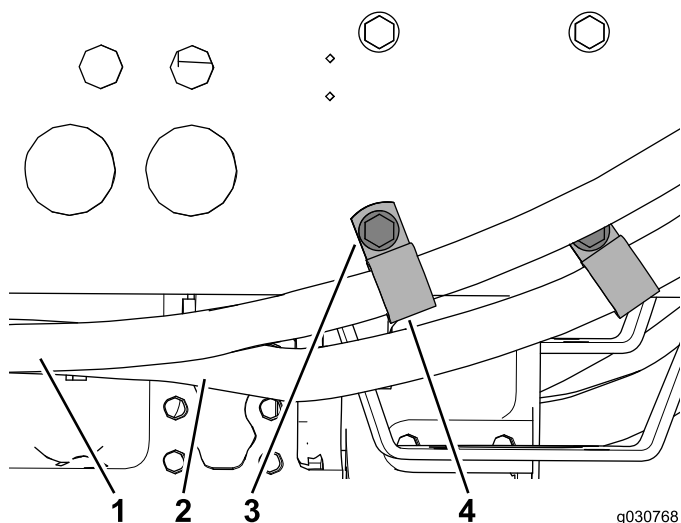

Рисунок 44
5. Установите по одному R-образному хомуту на каждый шланг системы кондиционирования воздуха и прикрепите хомуты к раме машины с помощью двух имеющихся болтов (Рисунок 44).